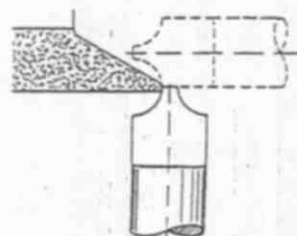

Fig. 3
- 4) Para las formas de perfil 14a, b. Acercar con tornillo de tope desplazable G hasta que el buril de fresar ocupe una posición conveniente con respecto a la muela (véase fig. 3).